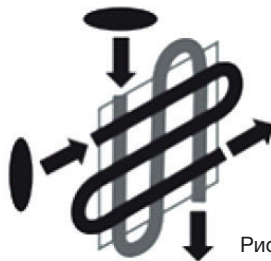

Рис. 7
- Осуществляйте окраску поверхности непрерывной зигзагообразной линией в направлении, соответствующем установленной форме распыла: горизонтально - при вертикальном факеле; вертикально - при горизонтальном (Рис. 7).